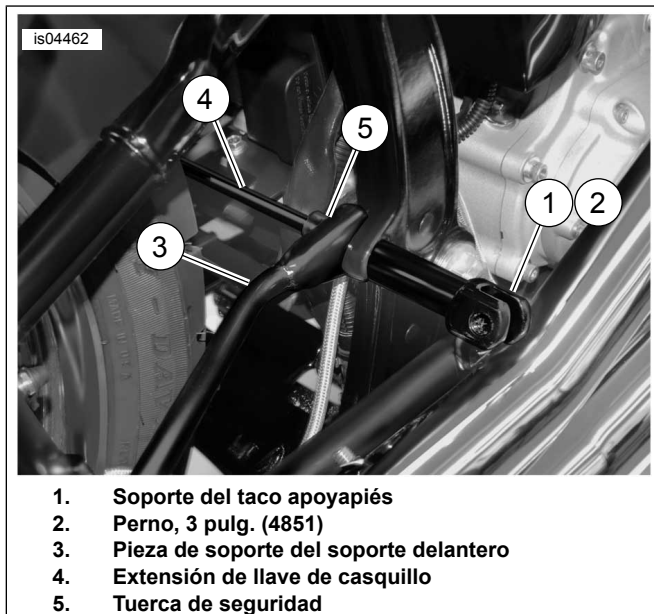
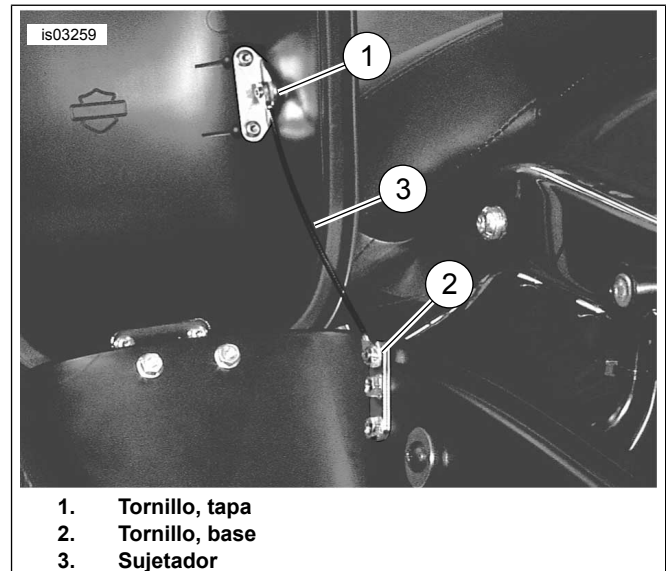
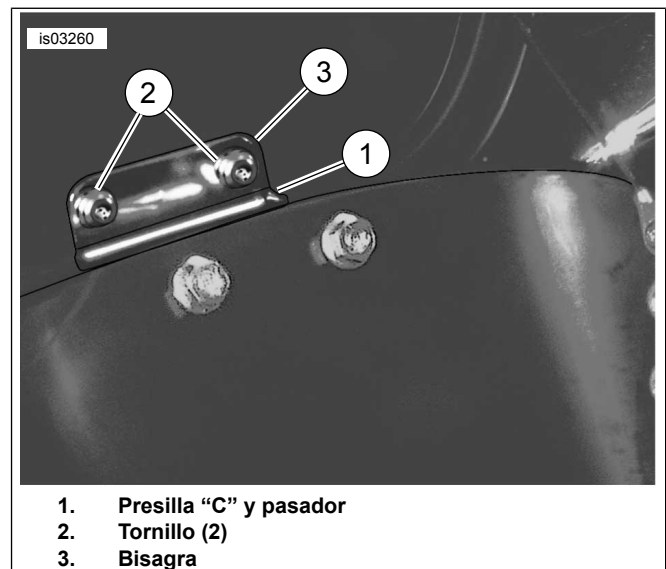
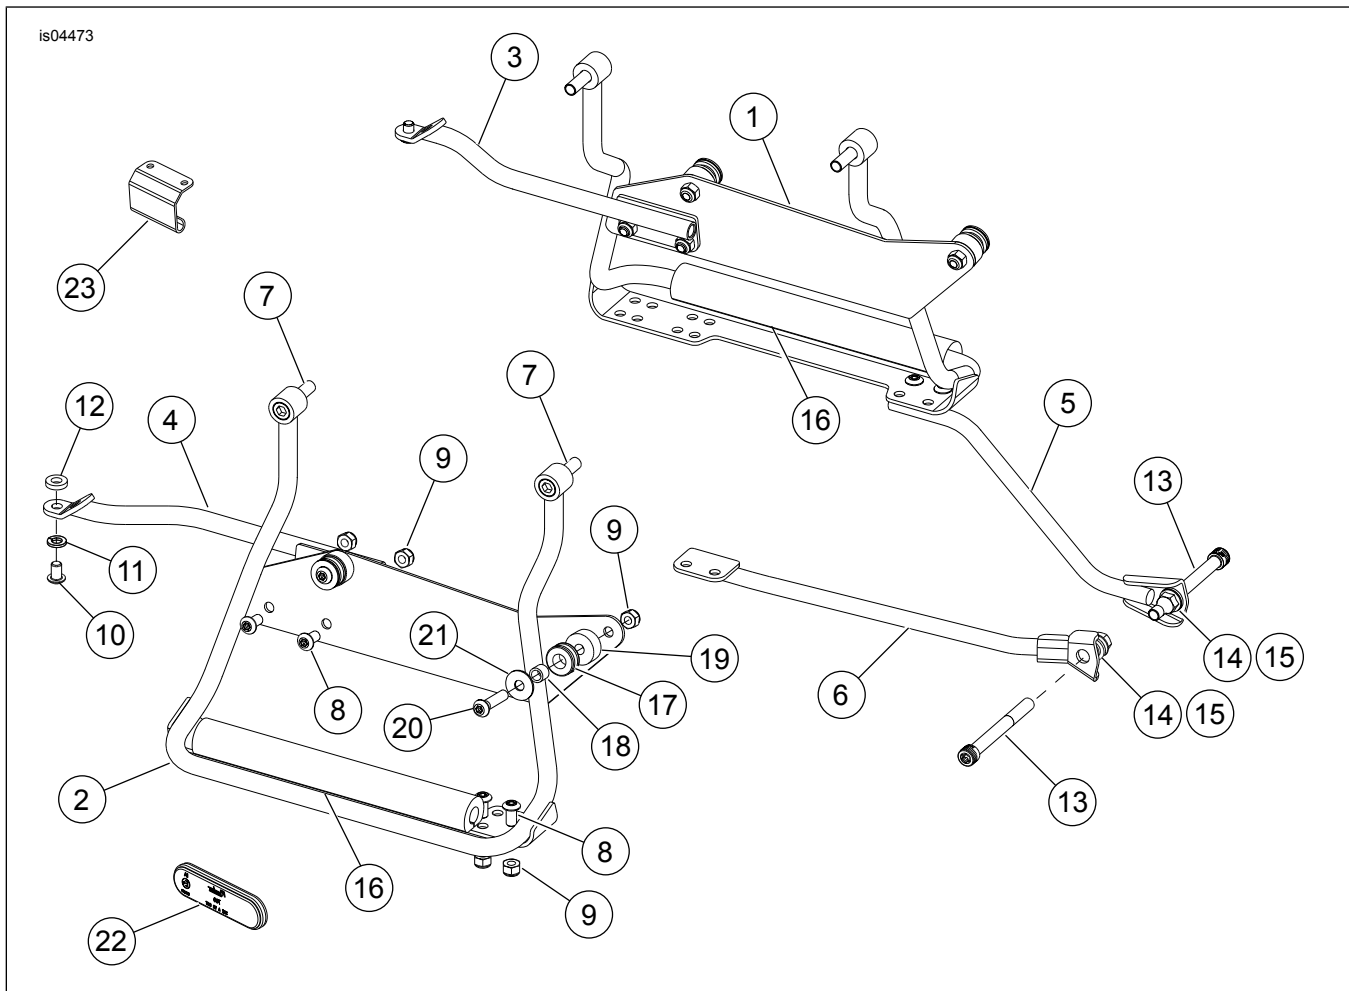

Figura 11. Instalación de la pieza de soporte del soporte delantero y soporte del taco apoyapiés (se muestra el lado derecho)
Figura 17. Extracción del sujetador
Figura 18. Extracción de la bisagra
Figura 19. Piezas de servicio: kit de pieza de soporte de la alforja (90227-06A) y kit de elementos de sujeción (90052-03A)
1. Vea la Figura 11. Alinee el soporte del taco apoyapiés (1) con el agujero en la estructura.
2. Inserte el perno (2) a través del soporte del taco apoyapiés y la estructura. Debe quedar expuesta aproximadamente 12,7 mm (1/2 pulg.) de rosca en el lado interior de la estructura.
3. Instale la pieza de soporte del soporte delantero (3) en el perno.
4. Instale la arandela de reborde (vea la Figura 19, artículo 14) con el reborde orientado hacia la pieza de soporte.
5. Usando una extensión de llave de casquillo (4) instale la tuerca (5) en el perno y apriete con los dedos.
1. Vea la Figura 19. Instale los dos tornillos (8) a través de los colgadores de soporte (1, 2) de la alforja y dentro de la pieza de soporte del soporte delantero (5, 6). Asegure con tuercas (9). Apriete las tuercas a 13,1 N·m (10 lb-pie).
2. Apriete las tuercas (15) en la pieza de soporte del soporte delantero (3) a 34-41 N·m (25-30 lb-pie).
3. Instale el aislador de caucho (16) sobre los colgadores de soporte (1, 2) de la alforja con el lado "plano" hacia abajo.
- Vea la Figura 19. Instale el tornillo (20) y la arandela (21) desde el lateral de la alforja, a través del espaciador (19). Después instale la tuerca (9), apriete con los dedos.
1. Vea la Figura 17. Extraiga los tornillos (1, 2) que aseguran el sujetador a la tapa y base de la alforja.
2. Quite el sujetador (3) de la alforja.
3. Vea la Figura 18. Quite y guarde la presilla "C" y pasador (1) de la bisagra. Separe la tapa de la alforja del cuerpo.
4. Extraiga y guarde los dos tornillos (2) que aseguran la bisagra a la tapa de la alforja.
5. Deslice para sacar la bisagra (3) desde la parte inferior del sello de caucho.
6. Vea la Figura 19. Deslice la bisagra (23) debajo del sello de caucho y sujete la mitad de la bisagra a la tapa de la alforja usando los tornillos ( Figura 18, artículo 2) que se quitaron anteriormente. Apriete firmemente los tornillos.
7. Vea la Figura 18. Instale el pasador en la bisagra y asegure con una presilla "C".